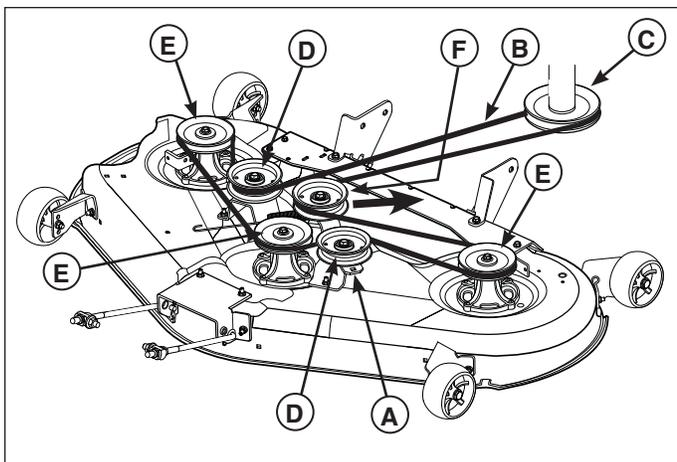

Figura 18. Encaminamiento de la correa del cortacésped
3. Tire de la polea tensora hacia atrás (**F**, Figura 18) en la dirección indicada por la flecha, y retire la correa del cortacésped de la polea del PTO (**C**).
6. Tire de la polea tensora hacia atrás (**D**, Figura 18) en la dirección indicada, e instale la correa en la polea del PTO como indica la Figura 18.